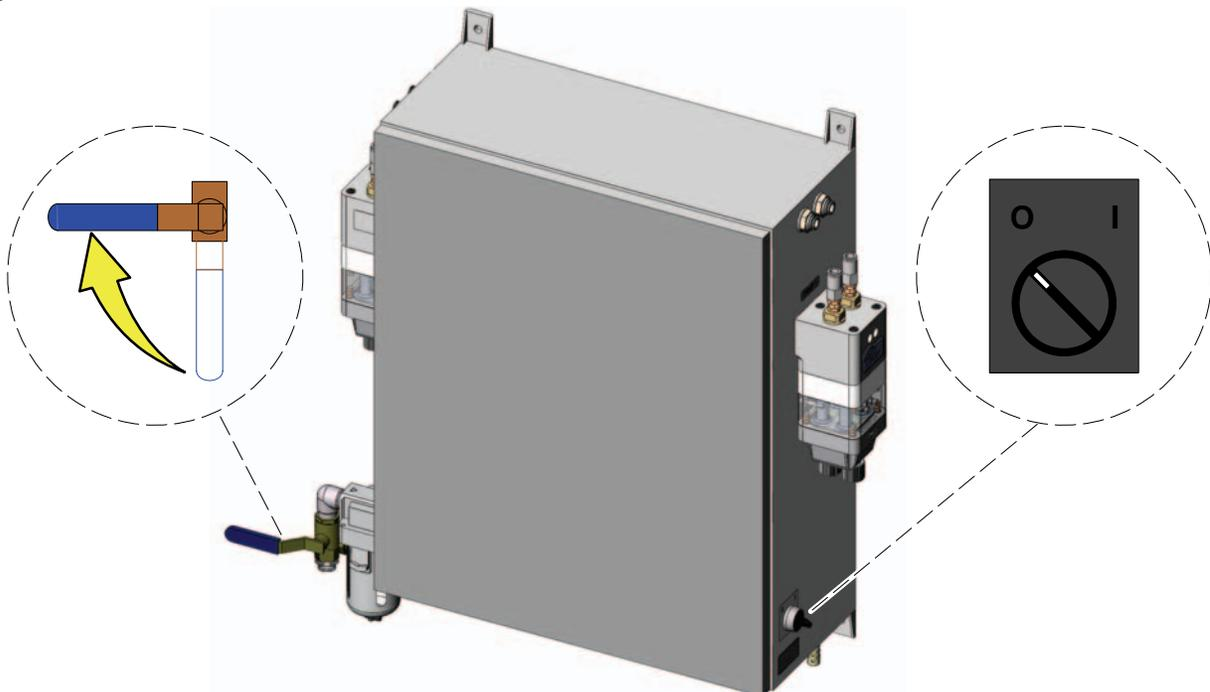

Figura 1 Desconexión del aire y de la alimentación
1. Ver la figura 1. Cerrar la válvula de suministro de aire y acciona la pistola para eliminar la presión de aire.